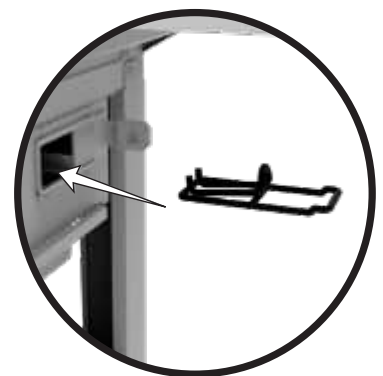

Abbildung 1
8. Setzen Sie einen Feuerstarteranzünder in den Feuerstarterhalter für den Feueranzünder (siehe Abb. 1)
4. Setzen Sie einen Feueranzünder in den Feuerstarterhalter die Halterung für den Feueranzünder (siehe Abb. 1)